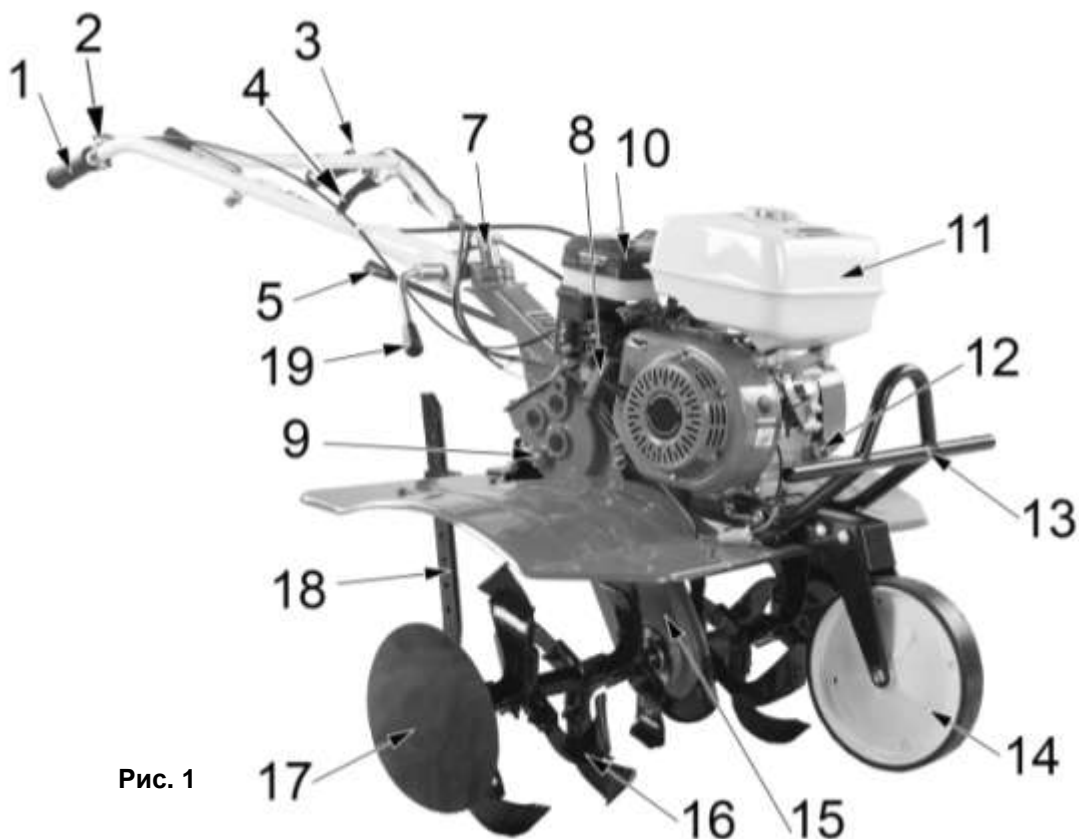

Рис. 1
• Установите руль управления на вал рулевой колонки. Зафиксируйте удобный угол наклона руля, затянув рукоятку (14) (См. Рис.1).
- Для изменения высоты руля отпустите рычаг фиксации положения руля (19)(См. Рис. 1) и установите руль на нужный уровень высоты. Для фиксации положения – крепко затяните рычаг.
- Для изменения угла поворота руля отпустите рычаг фиксации (7)(См. Рис. 1) и установите руль на нужный угол. Для фиксации положения – крепко затяните рычаг.
- Заполнение топливного бака (11)(См. Рис.1) бензином осуществляется перед запуском двигателя.